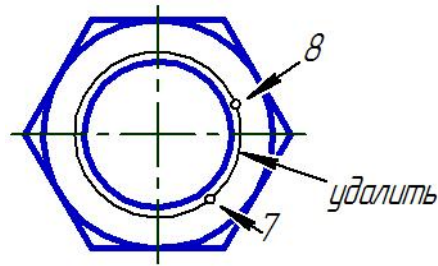

Рис. 1.34. Построение проекции резьбового отверстия
- Преобразуйте окружность в дугу. Для этого перейдите на страницу **Редактирование** , включите команду **Усечь кривую 2 точками** . Выделите окружность мишенью. Укажите на ней участок усечения двумя точками, затем укажите точку внутри удаляемого участка (рис. 1.34).